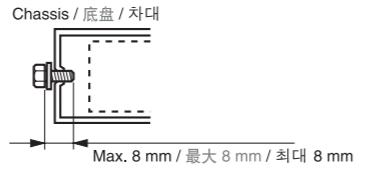

Figure 3 / 図 3 / 그림 3
- Use the enclosed screws for installation. Using other screws can cause damage. (Figure 3)
- 请使用附带的螺丝进行安装。使用其他螺丝可能引起故障。（图3）